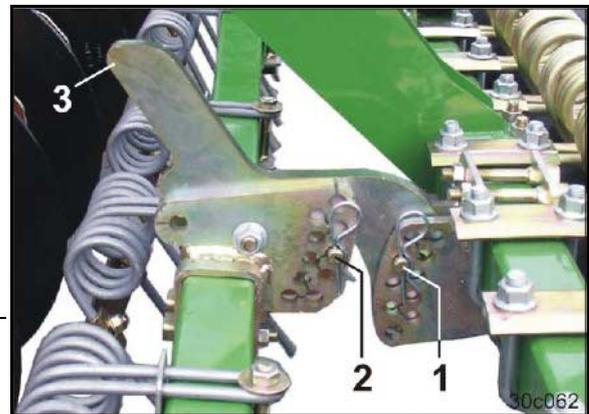

Fig. 90
3. Maintenir la barre de doigts contre la poignée du bras support (Fig. 90/3) festhalten.
4. Régler la profondeur de travail des doigts de recouvreur en fixant le bras support avec le boulon (Fig. 90/1).
6. Fixer le boulon pour modifier l'angle de réglage des doigts par rapport au sol (Fig. 90/2)
Veiller à ce que le boulon (Fig. 90/2) soit fixé au-dessous du bras support (Fig. 90/3) dans le segment d'ajustage.
Plus le boulon (Fig. 90/2) s'enfonce dans le segment d'ajustage, plus l'angle de réglage s'aplatit.
7. Serrer le boulon (Fig. 90/2) à l'aide d'une goupille à ressort après chaque jalonnage.